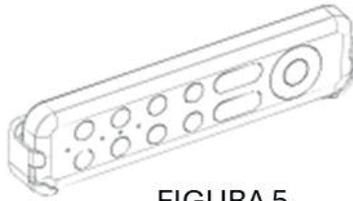

FIGURA 5
3. Después de instalar la base, coloque el control remoto en la base como se muestra en la Figura 5
3. Después de instalar la base, coloque el control remoto en la base como se muestra en la Figura 5.